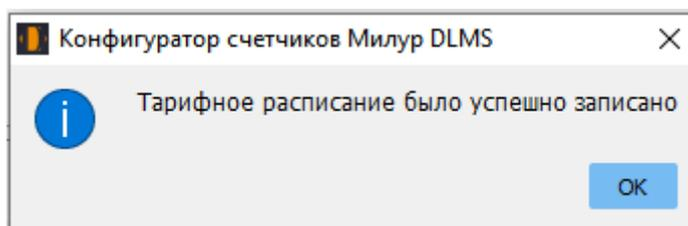

Рисунок 48
- нажать кнопку «Записать». После успешной загрузки тарифного расписания появится окно (рисунок 48):